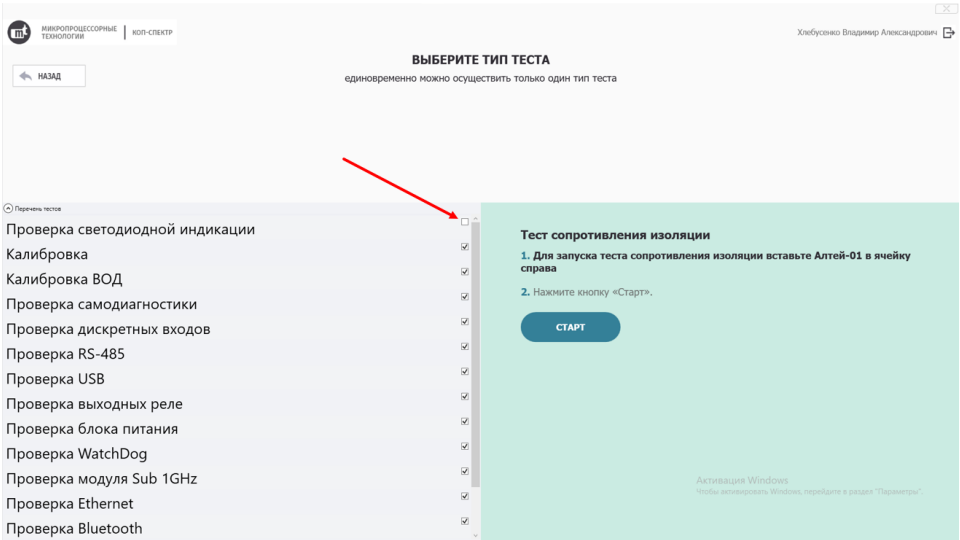

Рисунок 6. Перечень тестов
- 3) В выпадающем меню «Перечень тестов» снять галочку с проверки светодиодной индикации (рисунок 6).